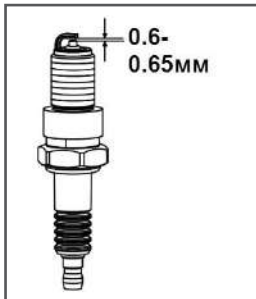

Рис.19 Свеча зажигания
4. Измерьте зазор между электродами свечи зажигания специальным щупом. Зазор должен быть 0,6-0,65 мм (Рис.19). При увеличении или уменьшении требуемого зазора рекомендуется заменить свечу, так как регулировка зазора может привести к изменению качества искрообразования.